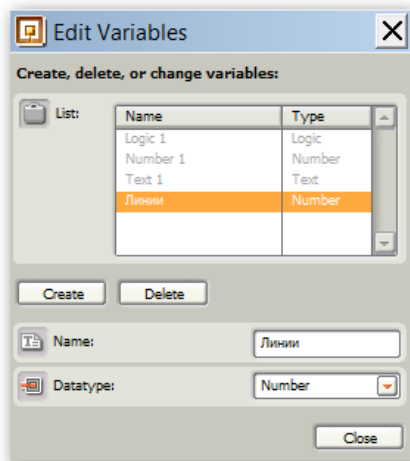

Рис. 7.3. Окно редактора переменных
- в открывшемся окне редактора переменных *Edit Variables* (рис. 7.3) нажмите кнопку **CREATE** (Создать);